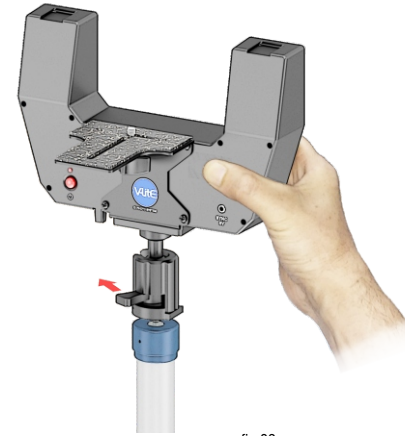

fig.03
- 3 - Segure com uma das mãos o Flash ID BIO e Libere a Trava da Cabeça Bola. (fig.03)